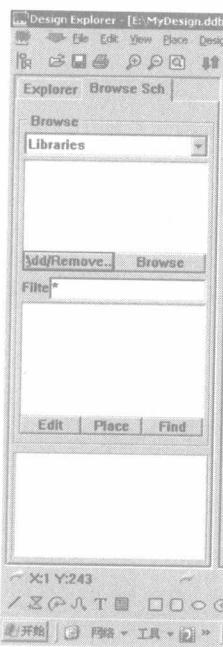
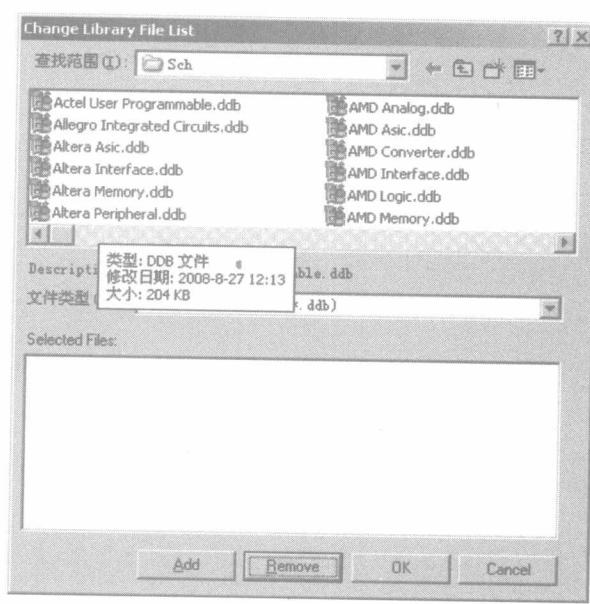

图2-1 设计管理器
图2-2 库文件列表对话框
(1) 在原理图中打开设计管理器，单击“Browse Sch”标签，在“Browse”下拉框中选择“Libraries”选项，如图2-1所示。
(2) 单击“Add/Remove”按钮。
(3) 进入到库文件列表对话框中，如图2-2所示，选择所需的库文件，则库文件出现在“Selected Files”框中，如图2-3所示。选择库文件的方法有两种：